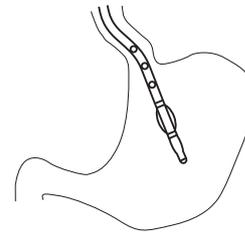

図7
9. X線透視下で先端位置を確認しながら本品を進め、胃まで到達したら、必要に応じて胃内容物を吸引する（図7）。